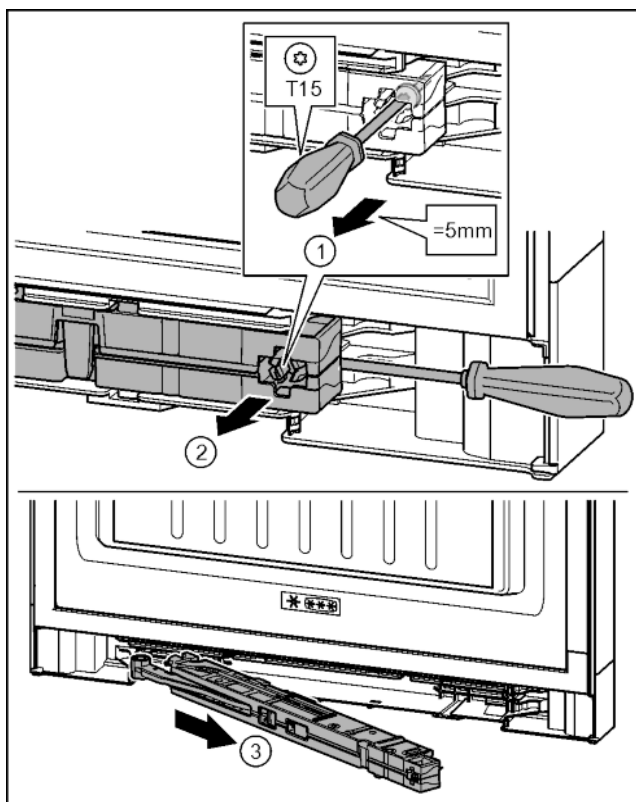

Fig. 19
- ▶ Ослабить винт на узле амортизатора с помощью отвертки T15 примерно на 5 мм. Fig. 19 (1)
- ▶ Переместить отвертку со стороны ручки за узел амортизатора. Повернуть узел вперед. Fig. 19 (2)
- ▶ Вытащить узел амортизатора. Fig. 19 (3)